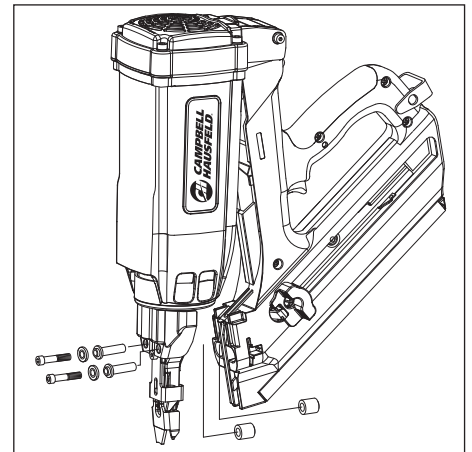

Figura 28
3. Quite los tornillos de sombrerete de cabeza hueca con una llave allen (vea la Figura 28).
4. Tire del cargador y retírelo del ensamble del cabezal (vea la Figura 28). Quite los sujetadores atascados.